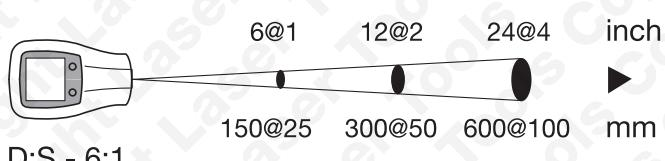
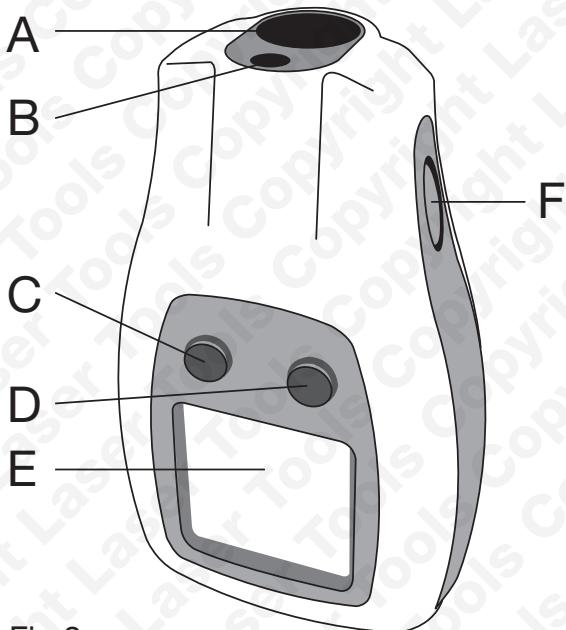

Fig 1: Distance (D) to Spot Size (S)
Fig 2:
Apontar o dispositivo na direção do objeto a medir e, em seguida, premir sem soltar o botão de medição (F). O ponteiro laser ajuda no posicionamento da área medida (o ponteiro laser pode ser ligado ou desligado – consultar a Fig. 2). O LCD e a luz de fundo acendem-se e apresentam a temperatura a gravar (o LCD indica SCAN [Ler]). Depois de soltar o botão de medição, o valor da temperatura medida é apresentado durante cerca de 7-8 segundos até o dispositivo se desligar automaticamente (O LCD indica HOLD [Reter]). O objeto a medir deverá ter um tamanho superior ao tamanho do ponto (consultar a Fig. 1).